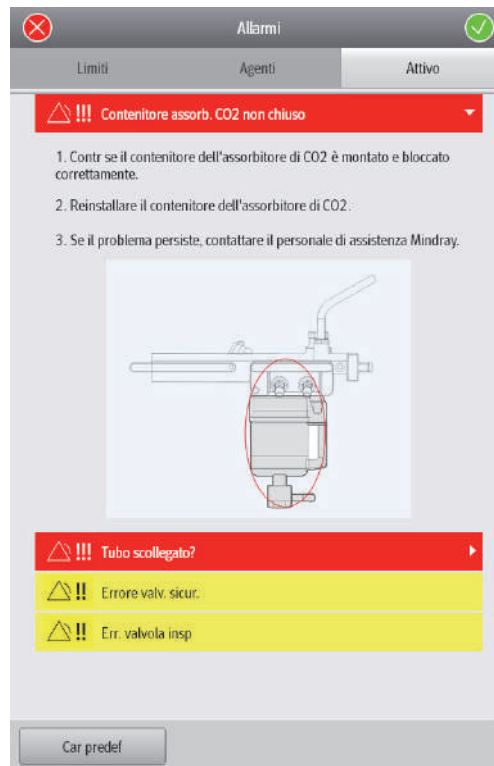

Figura 10-2 Elenco degli allarmi attivi nella finestra Allarmi
Sullo schermo del monitor LCD, i messaggi di allarme vengono visualizzati automaticamente nella parte superiore della Schermata principale quando sono soddisfatte le condizioni di allarme (vedere Figura 10-1). Inoltre, nella finestra Allarmi è disponibile un elenco di tutti gli allarmi attivi (vedere Figura 10-2).
2. Selezionare la scheda **[Attivo]**. Viene visualizzato un elenco di tutti i messaggi di allarme attivi (Figura 10-2). Gli allarmi sono visualizzati in ordine di priorità e di data/ora.